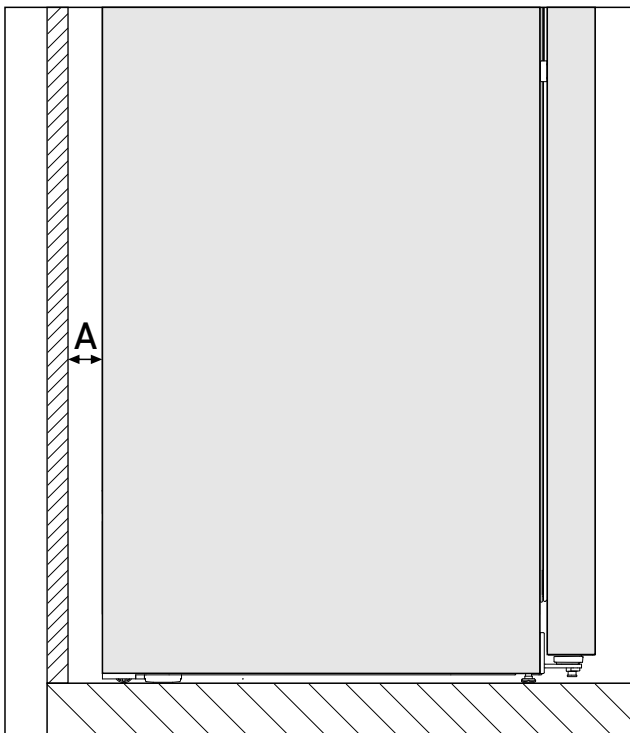

Fig. 3 *
Enerģijas patēriņš bija noteikts ar atstatumu no sienas Fig. 3 (A) starp ierīces mugurpusi un sienu. Ja atstatums no sienas ir mazāks par Fig. 3 (A), tas neietekmē ierīces darbības spējīgumu, taču nelielā mērā palielina enerģijas patēriņu mazāka atstatuma no sienas gadījumā.*